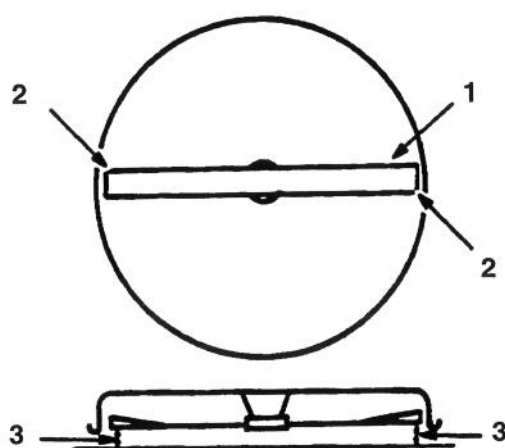

Figure 48
4. Faire tourner doucement la(es) lame(s) côte à côte (Fig. 48). Mesurer la distance entre les arêtes tranchantes extérieures et la surface plane (Fig. 48). Si les deux mesures sont plus ou moins de 4,762 mm, un réglage devra être effectué; se reporter aux points 5 et 6.